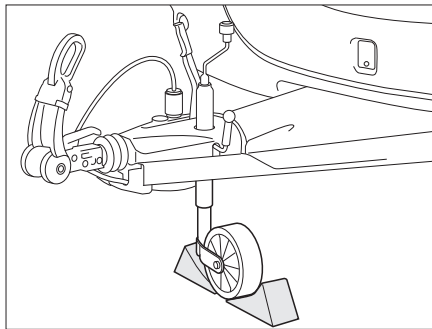

Fig. 165 Retener la rueda de soporte
- Colocar la rueda de soporte en posición transversal con respecto a la dirección de marcha y retenerla con dispositivos adecuados (Fig. 165).